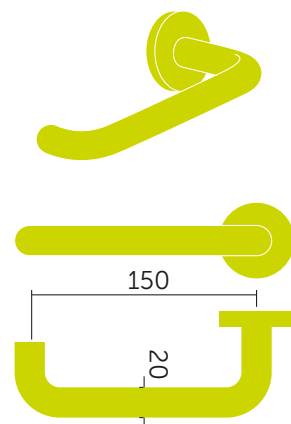

fig 2 De vorm van een optimale deurkruk
- Een horizontale deurkruk met teruggebogen handvat is optimaal. (fig 2)